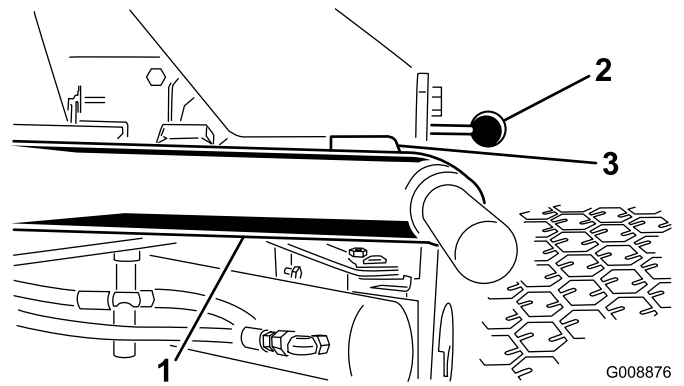

図 10
1. エンジンを始動し、カッティングユニットを上昇させ、各昇降アームとフロア・プレート・ブラケットの間のすきまが 5~8 mm になっていることを確認する (図 10)。